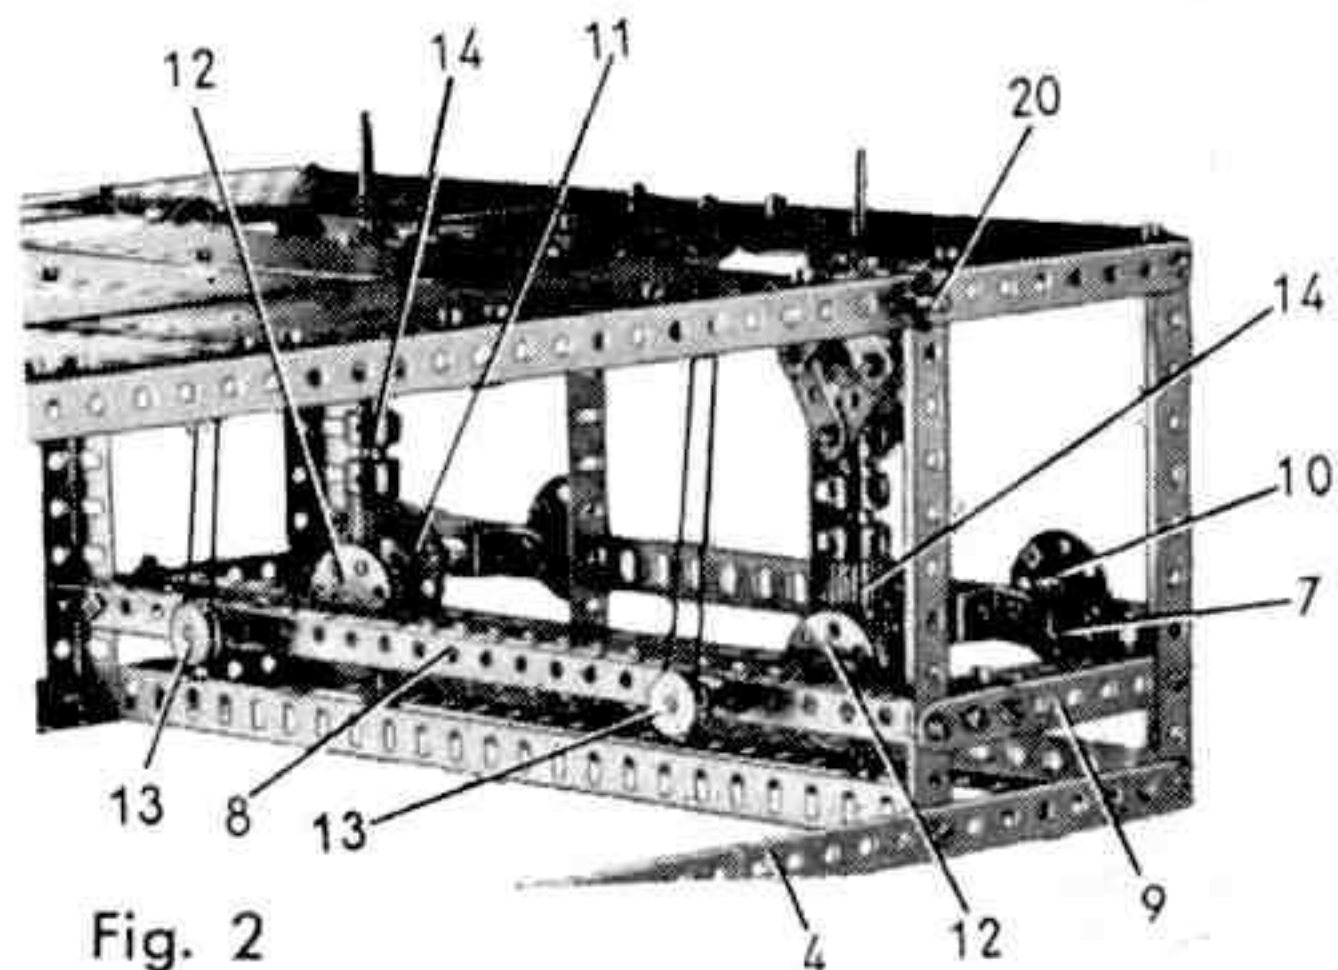

Fig. 2
Le jeu comporte deux voitures commandées chacune par une manivelle (10). Chaque manivelle (10) est composée d'une roue barillet équipée d'une cheville filetée et bloquée à l'extrémité d'une tringle de 75 mm. (fig. 2). Cette tringle est montée dans un bras de manivelle double et un cavalier boulonnés de part et d'autre de la cornière (7). A son extrémité intérieure, la tringle porte une roue de champ de 50 dents (11).
La tringle d'articulation porte une poulie folle de 25 mm. (37) (fig. 2).